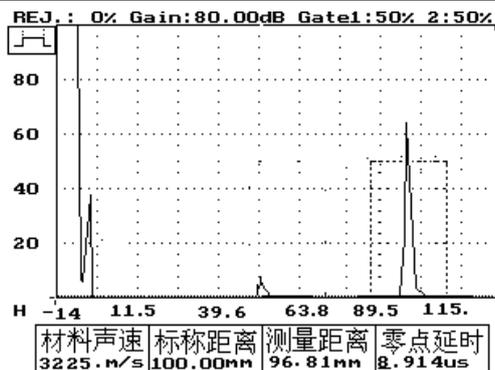

图 18-24
按进入键——退出测量距离参数修改状态，同时在零点延时参数下显示出仪器测量出的零点延时数值并在“零点延时”参数下有一“—”光标，提示用户是否对零点延时参数进行修改。如图 18-24 所示。
②、按进入键——确认新输入的测量距离参数值，同时在零点延时参数下显示出仪器测量出的零点延时数值并在“零点延时”参数下有一“—”光标，提示用户是否对零点延时参数进行修改。如图 18-24 所示。